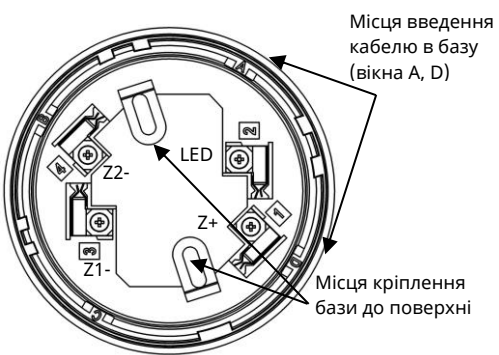
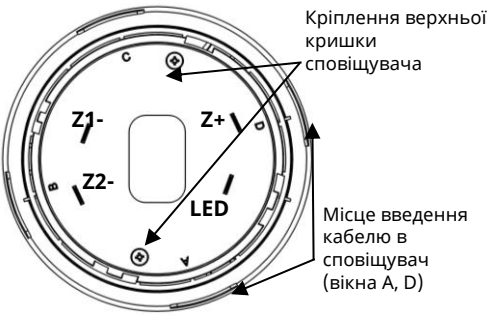

Рисунок 3.1 – Розташування клем на базі сповіщувача
Рисунок 4.1 – Вигляд сповіщувача з боку контактів
- 2) встановити базу на рівній поверхні, прикріпити шурупами або гвинтами згідно з Рис. 4.1, після затягування яких база не повинна бути деформована;
- 3) закріпити дроти ШС в гвинтових клемах бази відповідно до Рис. 3.1 і таблиці 3.1. В базі сповіщувача чотири клеми;
4.5 Для випадків, коли кабель всередину бази заводять збоку, в самій базі та в кришці сповіщувача передбачені вікна, в яких вирізають отвори за потреби. Ці вікна промарковані літерами «А», «В», «С», «D» (Рис. 3.1, Рис. 4.1).